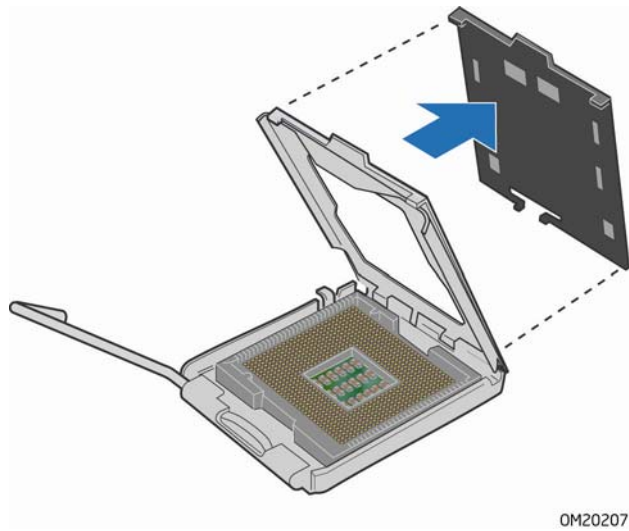

图 9. 拆下插槽保护罩
4. 从压板上取下插槽的塑料保护罩（图 9）。请勿将插槽保护罩丢弃。每当从插槽中拆除处理器后，总要把插槽保护罩重新盖好。